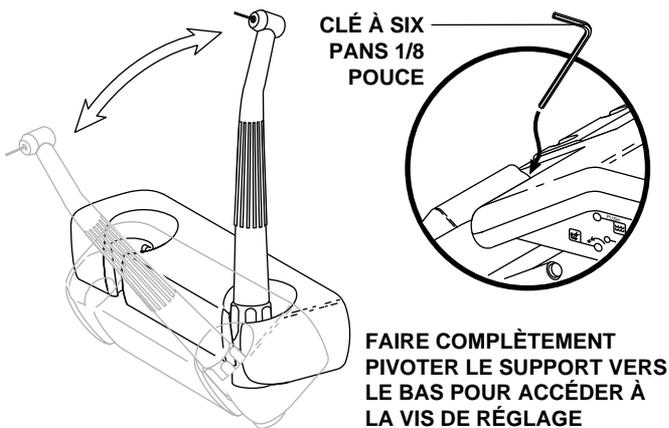

Figure 11A. Support d'unité d'instruments
- Serrer ou desserrer la vis de réglage de la tension, comme illustré sur les figures 11A et 11B.